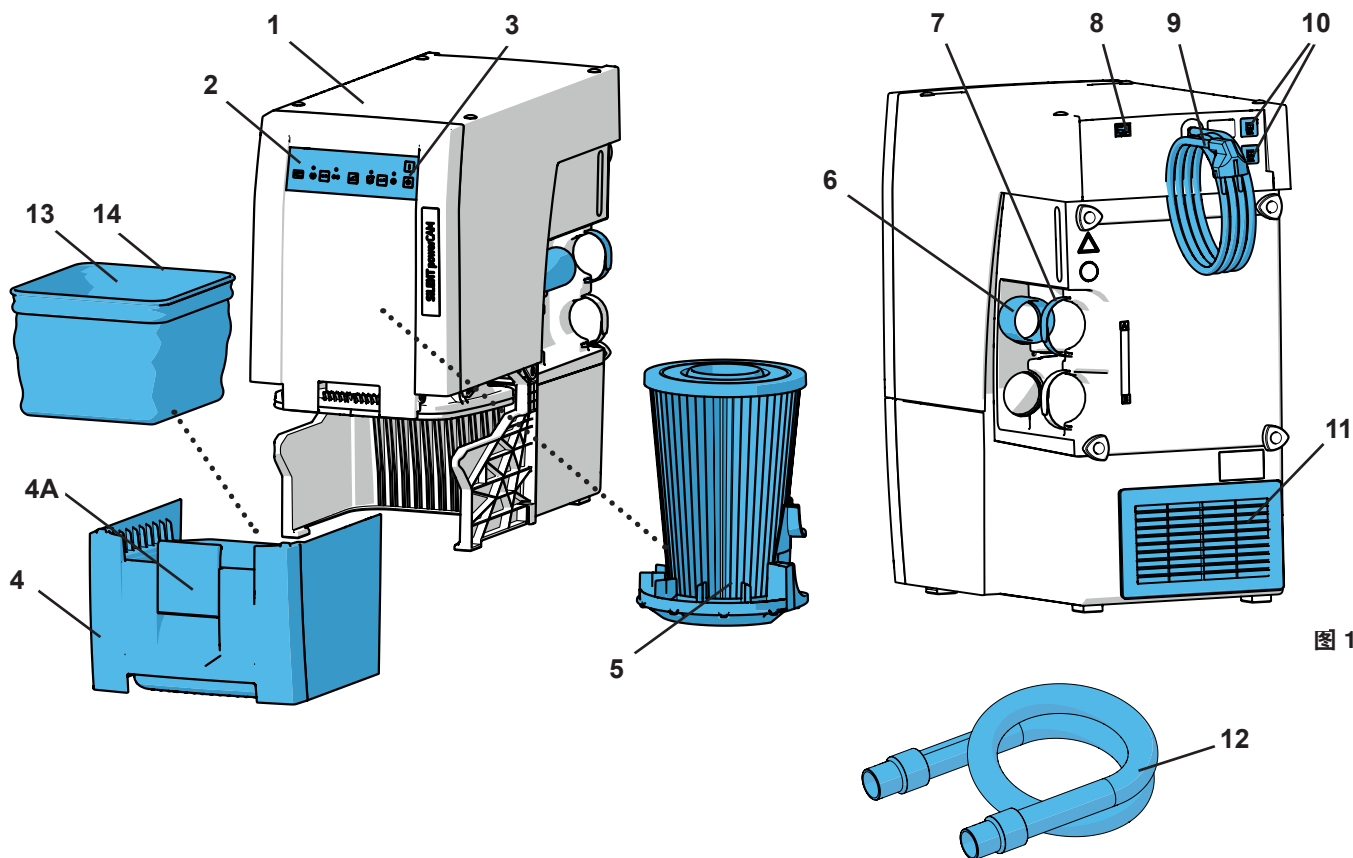

图 1
- 排气孔不能被堵塞 (11, 图 1)。
- 外置排气管 (A) (参阅第4.6章)。
- 在柜壁 (B) 开最少250 x 120毫米的通风口，位置要直接与排气口 (11, 图1) 相对。
- 拆下机柜的背面 (C)，从机柜背面到墙壁距离至少要有50毫米。
⇒ 展开电线 (9, 图1)，将插头插入电源插座。